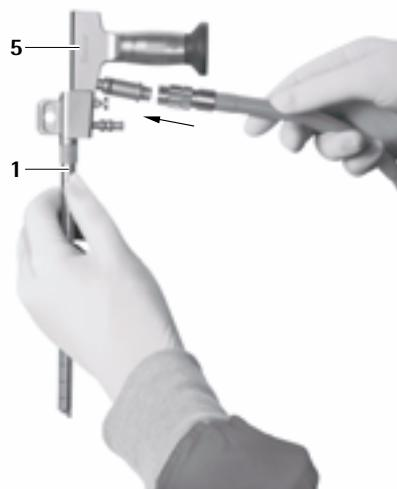

Fig. 3
- Conectar el cable de luz y la cámara, ver Fig. 3–5.